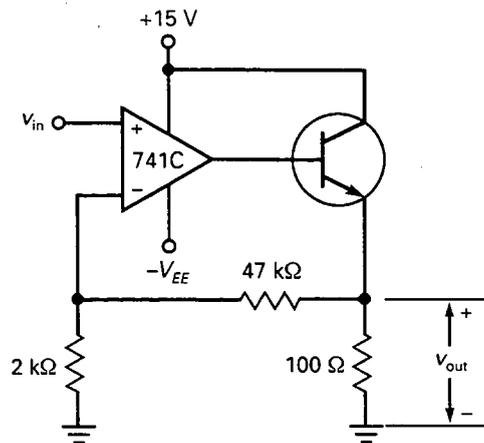

Figura 20-39
- 20-26. El amplificador no inversor de la Figura 20-39 tiene una salida con amplificación de corriente. ¿Cuál es la ganancia de tensión del circuito? Si el transistor tiene una ganancia de corriente de 200, ¿cuál es la corriente de salida en cortocircuito?